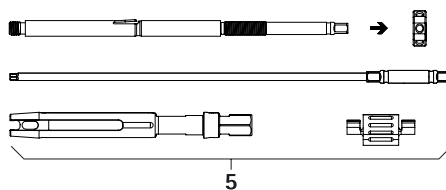

Fig. 2
- Desmontar la palanca de reposición percutánea 5, ver Fig. 2. desmontarla completamente en sus componentes y desenroscar la tuerca tensora.